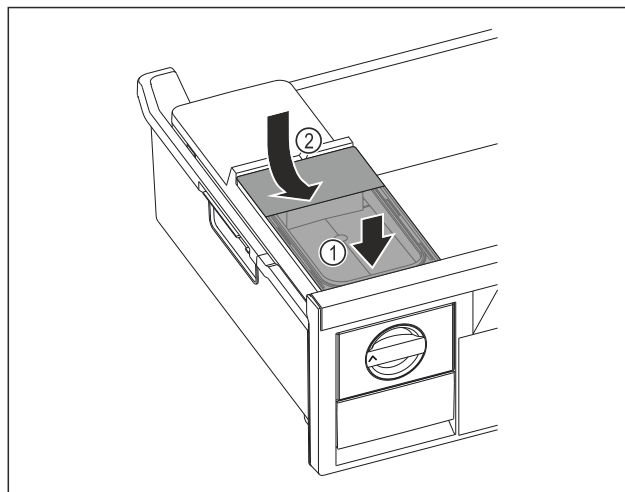

Fig. 127
- Sæt vandtanken i forfra. *Fig. 127 (1)*
- Sænk vandtank ned bagest. *Fig. 127 (2)*